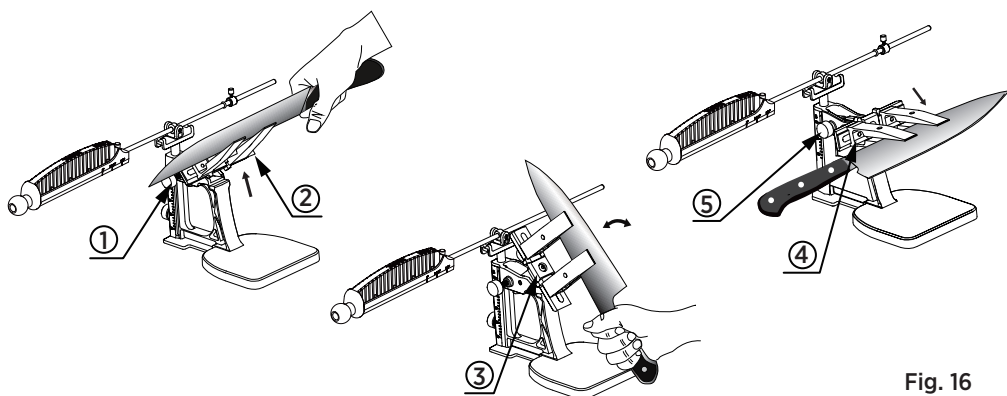

Fig. 16
3. Kontynuuj ostrzenie, aż wyczujesz zadziór (burr) wzdłuż całej krawędzi po przeciwnej stronie ostrza. Poluzuj pokrętko obrotu, podnieś belkę obrotową i ostrożnie obróć ją o 180°, aby przejść na drugą stronę ostrza. Podczas tego kroku trzymaj rękojeść noża, aby uzyskać lepszą kontrolę. (Patrz Fig. 16). Po zakończeniu regulacji dokręć pokrętko obrotu.